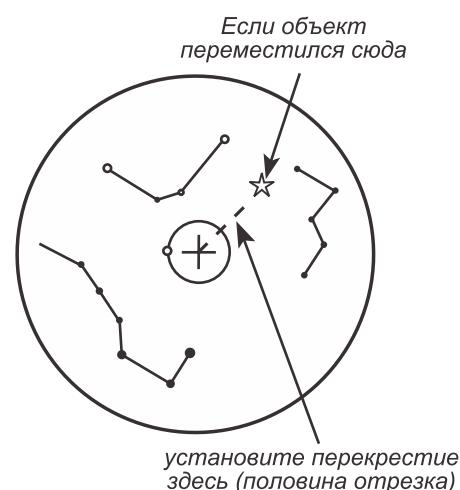

Рис. h-3
- Используйте три винта настройки искателя полюса для смещения перекрестия ровно на половину величины корректируемого смещения. Например, если смещение составляло приблизительно 22,5 мм (1 дюйм) в направлении 1 часа, установите положение нитей перекрестия на середину прямой, соединяющей положение смеcтившегося центра перекрестия и объекта (рис. h-3).